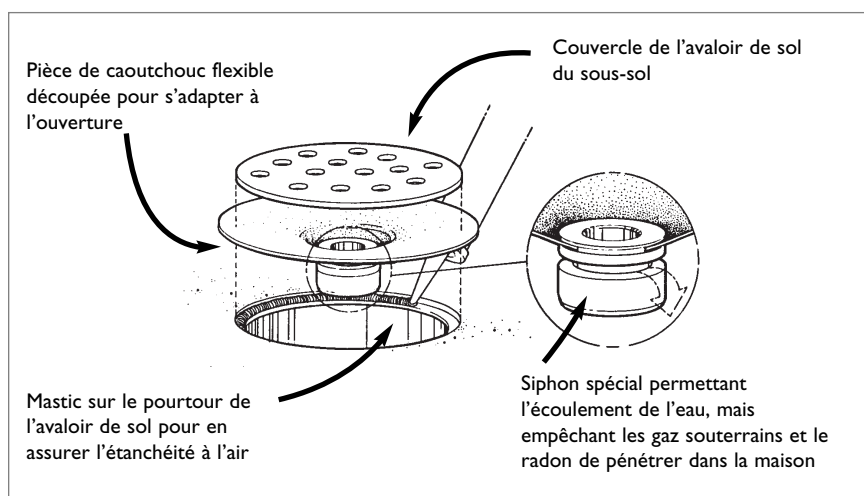

Figure 9 : Siphon pour avaloir de sol existant
- **Avaloirs de sol.** Les avaloirs de sol dans le sous-sol peuvent être munis de siphons-obturateurs qui permettent à l'eau de s'écouler mais font obstacle à l'infiltration du radon dans le sous-sol (voir la Figure 9). Ces dispositifs ne peuvent cependant pas faire office de clapets de retenue pour le système d'égout.